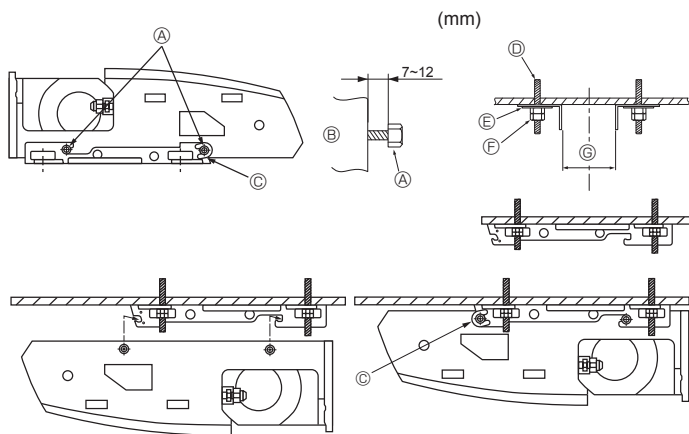

Fig. 3-6
2) Instalação de um suporte primeiro no tecto (Fig. 3-6)